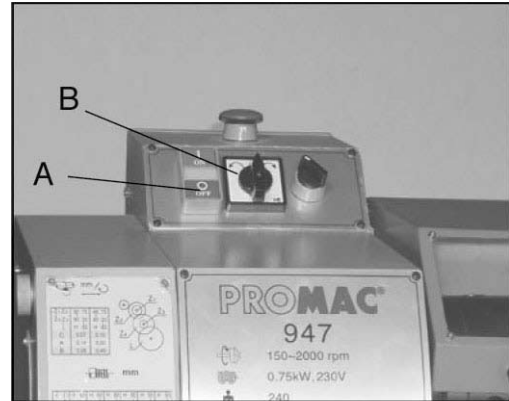

Fig. 11
1. Commutateur-Inverseur (Fig. 11, B)
2. Boutons marche / arrêt (Fig. 11, A)